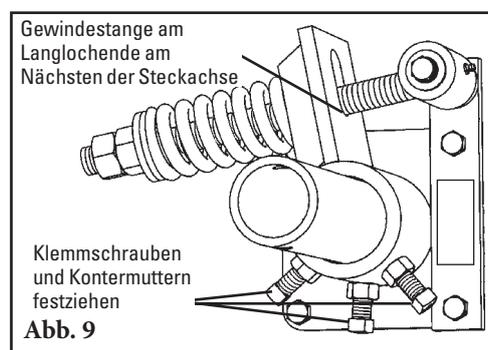

Abb. 9
15. Die Abstreifblätter gegen das Band spannen. Die Abstreifblätter drehen, bis sie das Band berühren. Die Federbuchse flach an den Spannarm halten und diesen so drehen, dass der Schwenkarm an dem Ende des Spannarm-Langlochs anschlägt, das der Steckachse am nächsten ist. Die Klemmschrauben und die Kontermuttern am Spannarm festziehen (Abb. 9). **HINWEIS:** Der Spannarm muss an der Montageplatte anliegen.